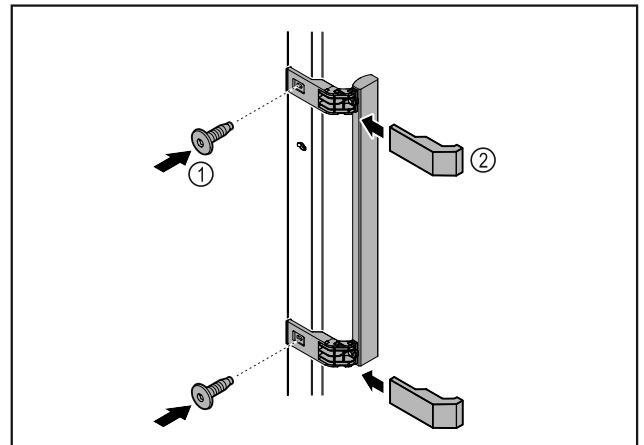

Fig. 3
- ▶ Pritvirtinkite rankeną iš priedų pridamais varžtais Fig. 3 (1) prie durų.
- ▶ Uždėkite dengiamąją plokštelę Fig. 3 (2).